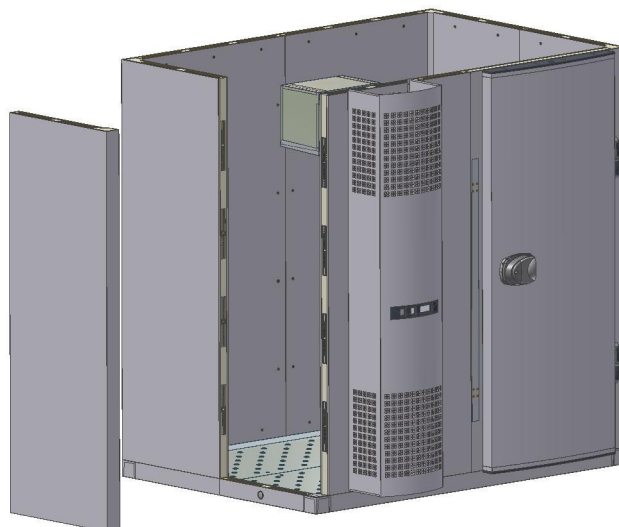

Fig. 6
- Gli ultimi pannelli ad essere montati sono i pannelli del soffitto (Fig.6).